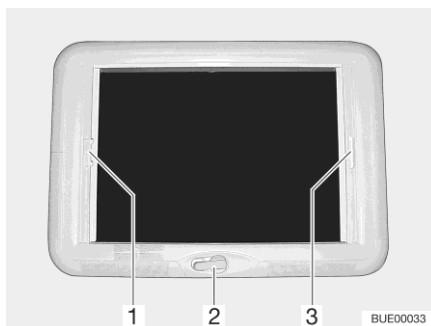

Fig. 50 Oblò a manovella
- Apertura:** ■ Ruotare la manovella (Fig. 50,2) fino a quando non si incontra resistenza.
- Chiusura:** ■ Tirare la tendina oscurante pieghevole per la maniglia (Fig. 50,3) fino alla posizione desiderata e rilasciare. La tendina oscurante pieghevole rimane in questa posizione.
- Chiusura:** ■ Tirare la zanzariera a rullo per la maniglia (Fig. 50,1) verso la maniglia contrapposta della tendina oscurante pieghevole (Fig. 50,3) e farla innestare.
- Premere la maniglia (Fig. 50,1) della zanzariera a rullo dietro, verso l'alto, e sganciare la zanzariera a rullo dalla tendina oscurante pieghevole (Fig. 50,3).